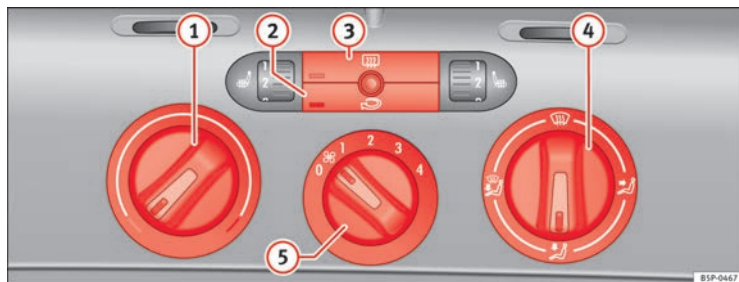

Abb. 128 In der Instrumententafel: Bedienelemente der Heizung
- Mit den Reglern ⇒ Abb. 128 ① und ④ und mit dem Schalter ⑤ stellen Sie die Temperatur, die Luftverteilung und die Gebläsestufe ein.
- Drücken Sie die jeweilige Taste ② bzw. ③, um eine Funktion ein- oder auszuschalten. Bei einer eingeschalteten Funktion leuchtet die Kontrollleuchte unten links an der Taste auf.